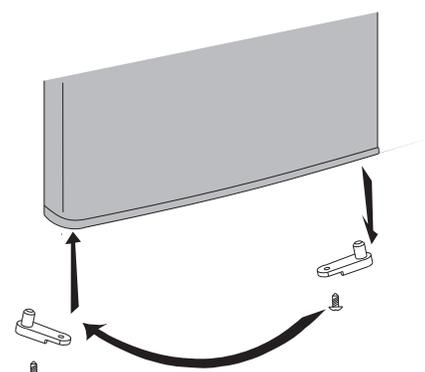

Figure 6
6 Déplacez l'arrêt de porte; lequel est situé sur le côté droit de la porte sur le côté gauche comme illustré dans Figure 6. Si votre appareil dote deux (2) arrêts de porte; un sur chaque côté, cette étape n'est pas nécessaire. Installez la porte sur la charnière inférieure qui est située sur le côté gauche.